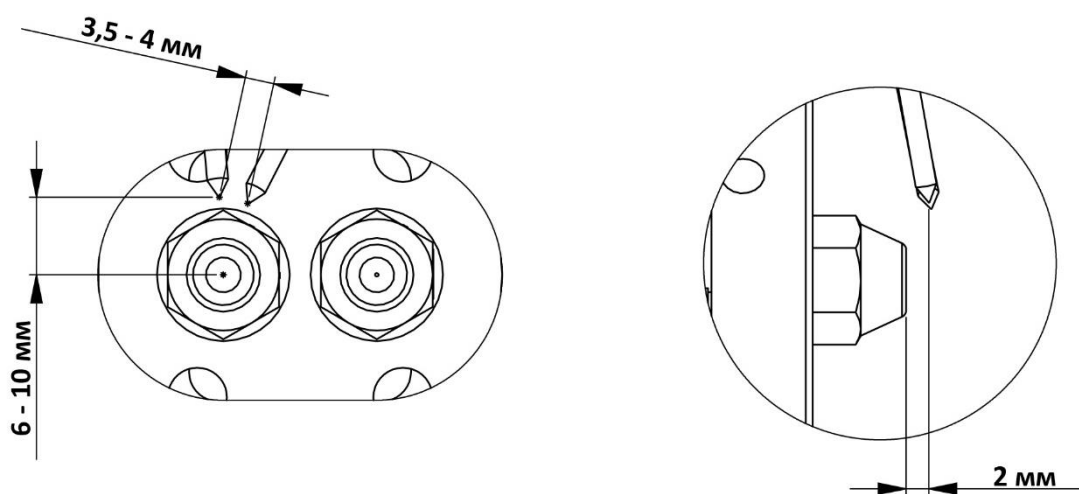

Рис. 19- Вид сбоку и спереди смесительного устройства горели RLGB-MB-255
- 2- Расстояние между головкой запального электрода и дизельной форсункой является одним из важных параметров правильного функционирования искрообразования, его формирования и стабильности. В соответствии с Рис. 19 расстояние по горизонтали от электрода до дизельной форсунки составляет около 2 мм, а вертикальное расстояние рекомендуется около 6-10 мм.
- 3- На Рис. 19 приведены электроды зажигания горелки серии RLGB-MB-255, вид спереди и вид сбоку. В соответствии с Рис. 19 расстояние между кончиками двух электродов составляет от 3,5 до 4 мм. Регулировка запального электрода и регулировка положения электрода ионизации для образования факела, во время монтажа заслуживает серьезного внимания.